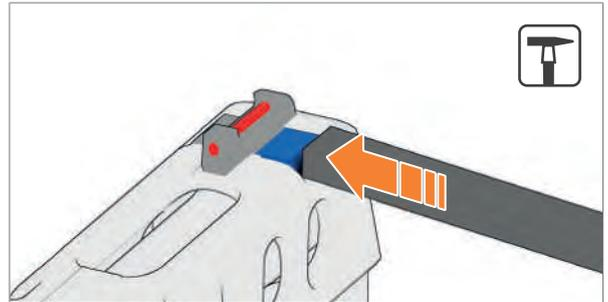

Abb. 33: Korn entnehmen
3. Korn mit Werkzeug entnehmen (Abb. 33).